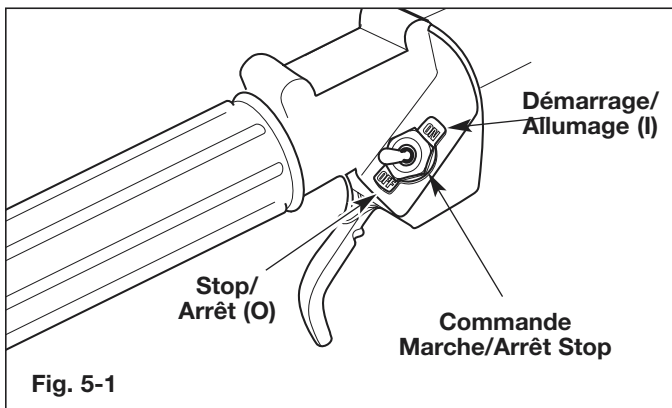
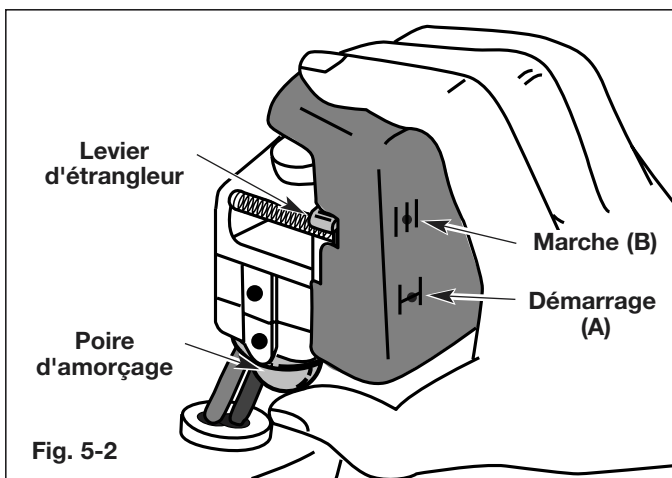

Fig. 5-1
Fig. 5-2
2. Mettez la commande Marche/Arrêt Stop en position de DÉMARRAGE (I) (Fig. 5-1).
3. Enfoncez complètement puis relâchez lentement la poire d'amorçage 5 à 7 fois. Vous devriez sentir et voir de l'essence dans la poire (Fig. 5-2). S'il n'y a pas de carburant dans la poire, appuyez trois fois ou plus ou jusqu'à ce qu'il y pénètre.
4. Mettez le levier d'étrangleur en position de DÉMARRAGE (A) (Fig. 5-2).
6. Mettez le levier d'étrangleur en position de MARCHÉ (B) (Fig. 5-2).
**REMARQUE :** si le moteur se noie durant le démarrage, placez le levier d'étrangleur en position MARCHÉ (B). Appuyez sur la manette des gaz. Tirez rapidement sur la corde de démarrage. Le moteur devrait démarrer après 3 à 8 coups.
9. Appuyez sur la manette des gaz de 5 à 10 secondes pour réchauffer le moteur. Mettez le levier d'étrangleur en position de MARCHÉ (B) (Fig. 5-2).
**REMARQUE :** il n'est pas nécessaire d'utiliser l'étrangleur pour démarrer un moteur chaud. Mettez la commande Marche/Arrêt Stop en position de DÉMARRAGE (I) (Fig. 5-1) et le levier d'étrangleur en position de MARCHÉ (B) (Fig. 5-2).
2. Pour arrêter le moteur, mettez la commande de Marche/Arrêt Stop en position d'ARRÊT [O] (Fig. 5-1).